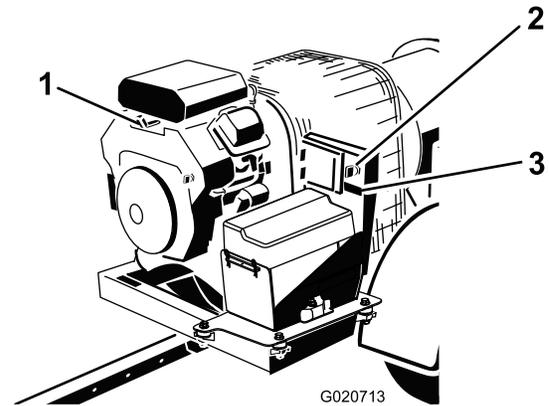

Figura 7
L'interruttore di accensione (Figura 7), utilizzato per avviare e arrestare il motore, presenta tre posizioni: OFF, RUN e START (spento, marcia e avvio). Girate la chiave in senso orario, in posizione di avvio (START), per azionare il motorino di avviamento. Rilasciate la chiave una volta avviato il motore. La chiave ritorna automaticamente in posizione di marcia (ON). Per spegnere il motore, girate la chiave in senso antiorario in posizione di spegnimento (OFF).
Per avviare un motore a freddo, spostare la leva di comando dello starter (Figura 7) in posizione ON.
Il contaore (Figura 7) indica le ore totali di funzionamento della macchina.